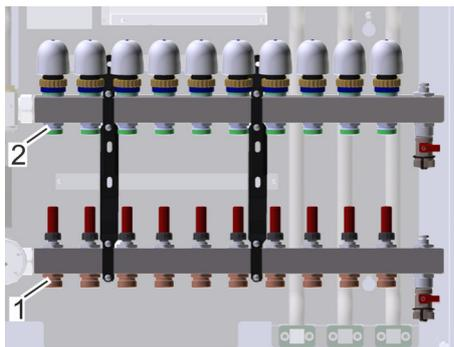

Abb. 47: Heizungsverteiler
1. ➔ Vorläufe an die Gewinde des unteren Balkens (Abb. 47/1) anschließen und von Hand festdrehen.
2. ➔ Entsprechenden Rücklauf jeweils oberhalb des Vorlaufs an die Gewinde des oberen Balkens (Abb. 47/2) anschließen und von Hand festdrehen.